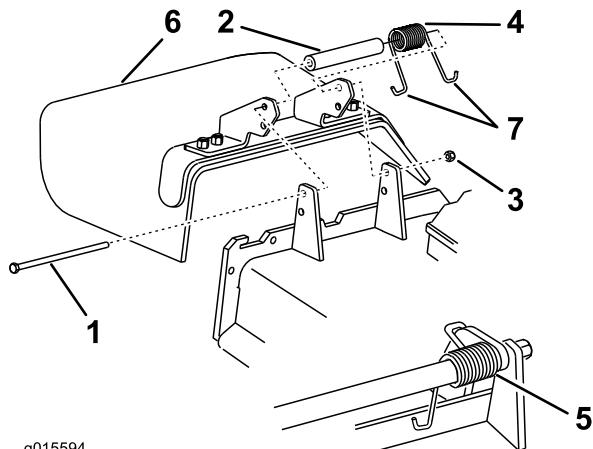

Figura 100
Nota: Asegúrese de colocar un extremo en **J** del muelle detrás del reborde de la carcasa antes de instalar el perno, según se muestra en Figura 100.
3. Instale el perno y la tuerca. Coloque un extremo en **J** del muelle alrededor del deflector de hierba (Figura 100).
1. Retire la contratuerca, el perno, el muelle y el espaciador que sujetan el deflector a los soportes de pivot (Figura 100). Retire el deflector de hierba dañado o desgastado.